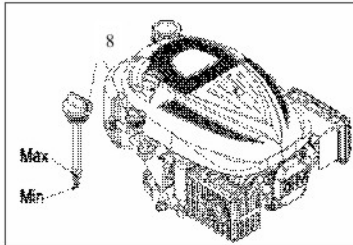

Abb. 7
2. Entfernen Sie den Öleinfülldeckel/Ölmesstab (8) und wischen Sie ihn ab.
3. Stecken Sie den Öleinfülldeckel/Ölmesstab (8) wie dargestellt in den Öleinfüllstutzen, schrauben Sie ihn jedoch nicht fest, sondern ziehen Sie ihn wieder heraus, um den Ölstand abzulesen.
4. Falls sich der Ölstand in der Nähe von oder unterhalb der unteren Grenzwertmarkierung befindet, entfernen Sie den Öleinfülldeckel/Ölmesstab (8) und füllen Sie des empfohlene Öl bis zur oberen Grenzwertmarkierung (untere Kante der Öleinfüllöffnung) nach. Nicht überfüllen.
5. Installieren Sie dann wieder den Öleinfülldeckel/Ölmesstab (8). (Abb. 7)